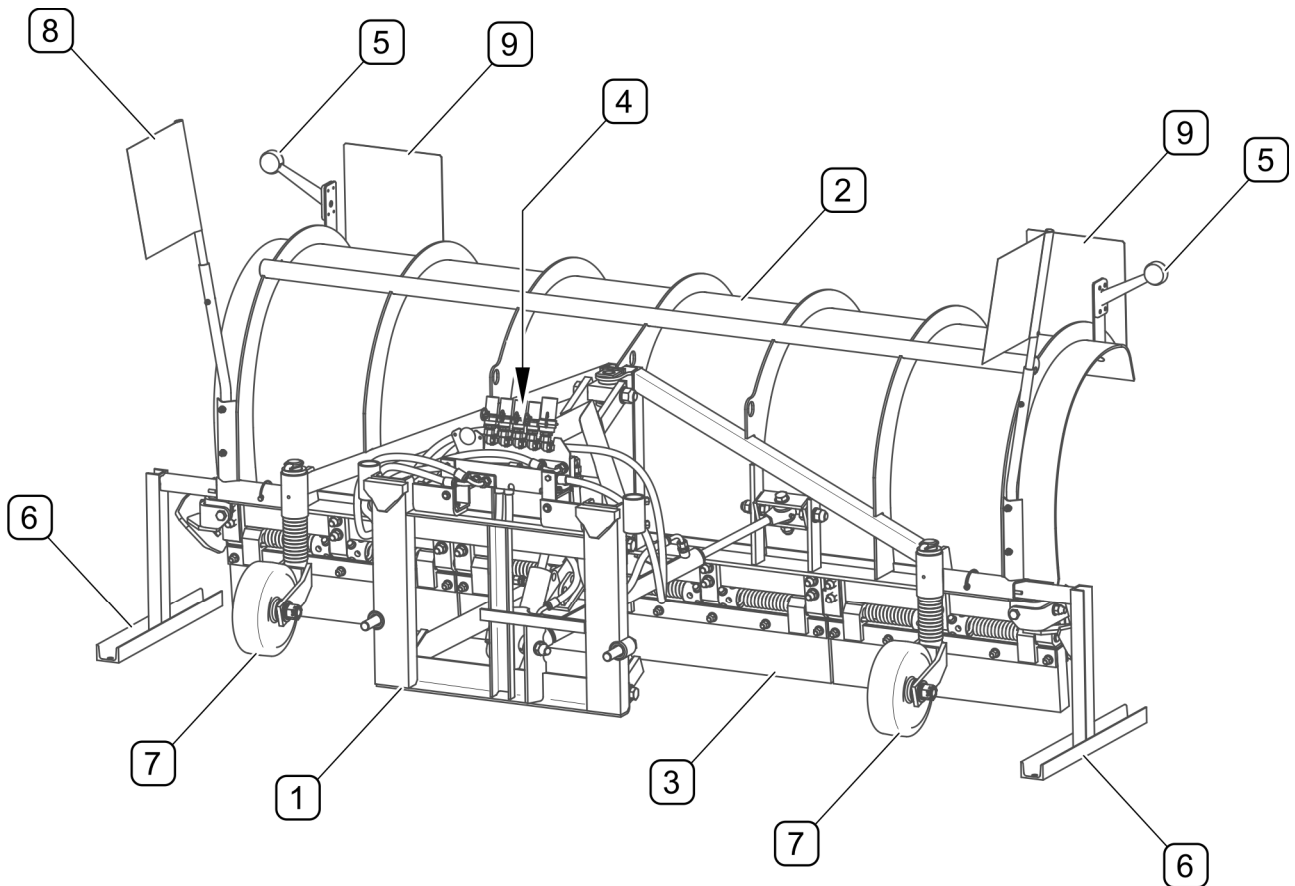

BILD 3.3 Aufbau allgemein (Hydrauliksteuerung)
(1) - Aufhängungssystem; (2) - Streichblech; (3) - Streichschienen; (4) - Hydraulikanlage;
(5) - elektrische Beleuchtungsanlage; (6) - Abstellstützen; (7) - Laufräder; (8) - Fahnen;
Die Pflüge PU-S25H / PU-S32H / PU-S35H (BILD 3.3) in Komplettierung für MB UNIMOG – Fahrzeuge haben eine Hydraulikanlage (4), zusätzliche Fahnen (8) und vordere Warntafeln (9).